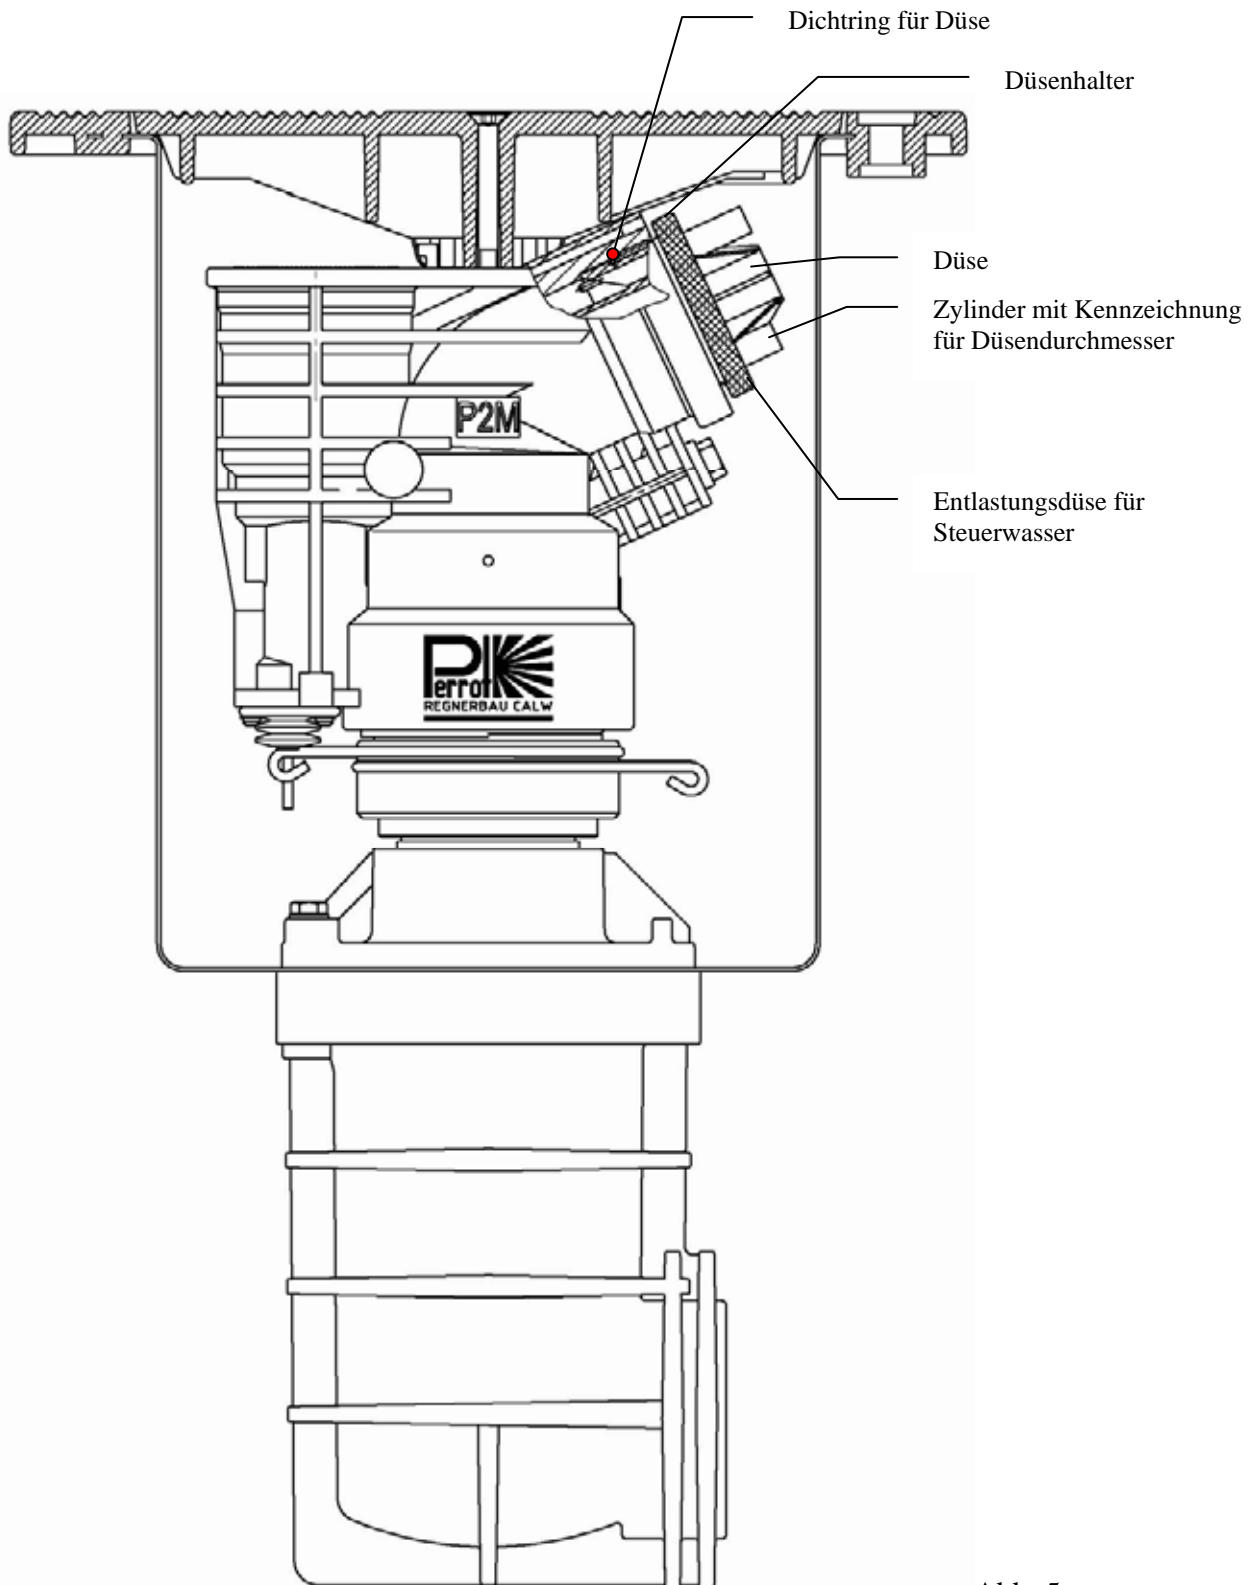

Abb. 5
*Beim Einsetzen der neuen Düse muss darauf geachtet werden, dass das Zylinderstück mit Kennzeichnung des Düsendurchmessers nach oben zeigt (12Uhr Stellung) und dass der Dichtring richtig eingesetzt wird (Abb. 5).*